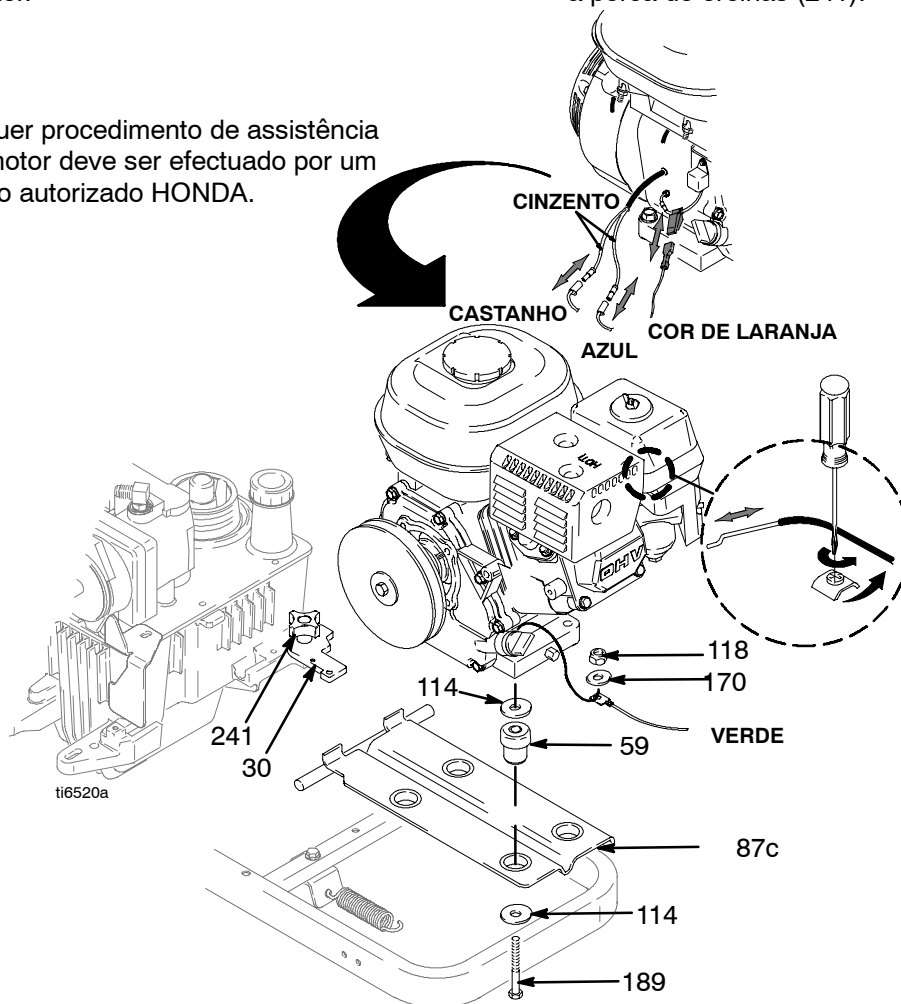

Fig. 6
4. Desaperte a porca de orelhas manualmente (241). Retire o suporte (30).
5. Fig. 6. Desligue os fios azul, castanho e cor de laranja do motor (185).
7. Retire os quatro parafusos (189), as anilhas (114), as anilhas (170) e as porcas (118) e retire a placa oscilante, os amortecedores (59) e as anilhas (114) do motor.